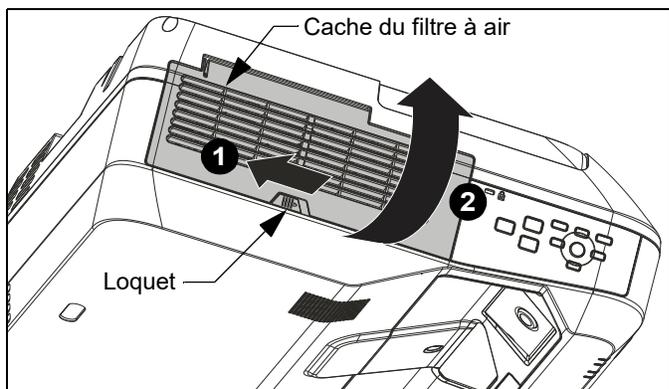

Figure 21
1. Faites glisser le loquet du cache du filtre à air. (Voir figure 21)
2. Ouvrez le cache du filtre à air. (Voir figure 21)